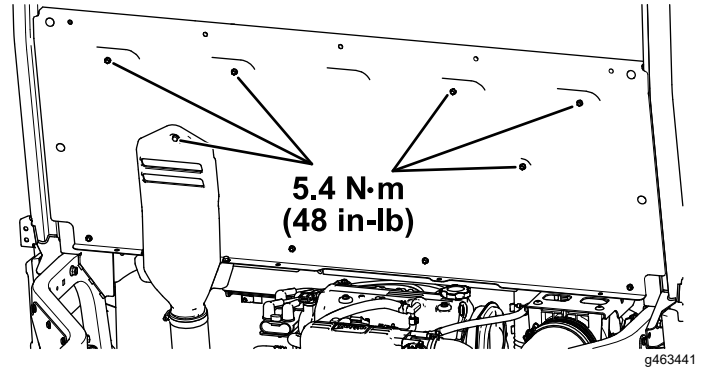

**Figure 30**
- H. Serrez les 5 boulons à tête hexagonale à embase ( $\frac{1}{4}$ " x  $\frac{3}{4}$ ") et le boulon captif fixé au capot d'admission de CVT à 5,4 N·m, comme montré à la Figure 30.